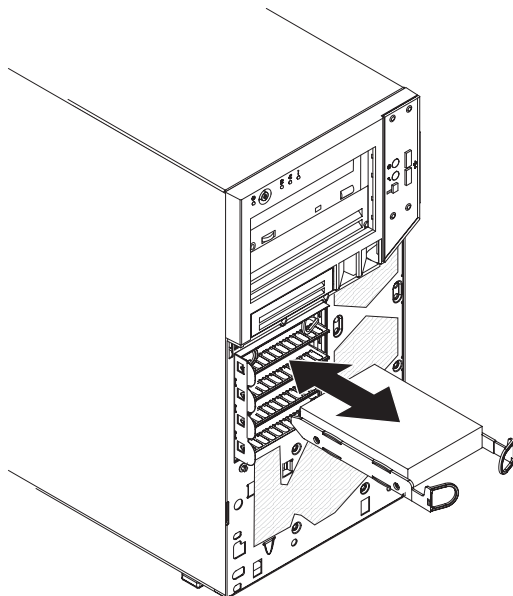

图 30. 安装易插拔硬盘驱动器
2. 将驱动器组合件与托架中的导轨对齐（驱动器接口端朝内）。请参阅图 30。